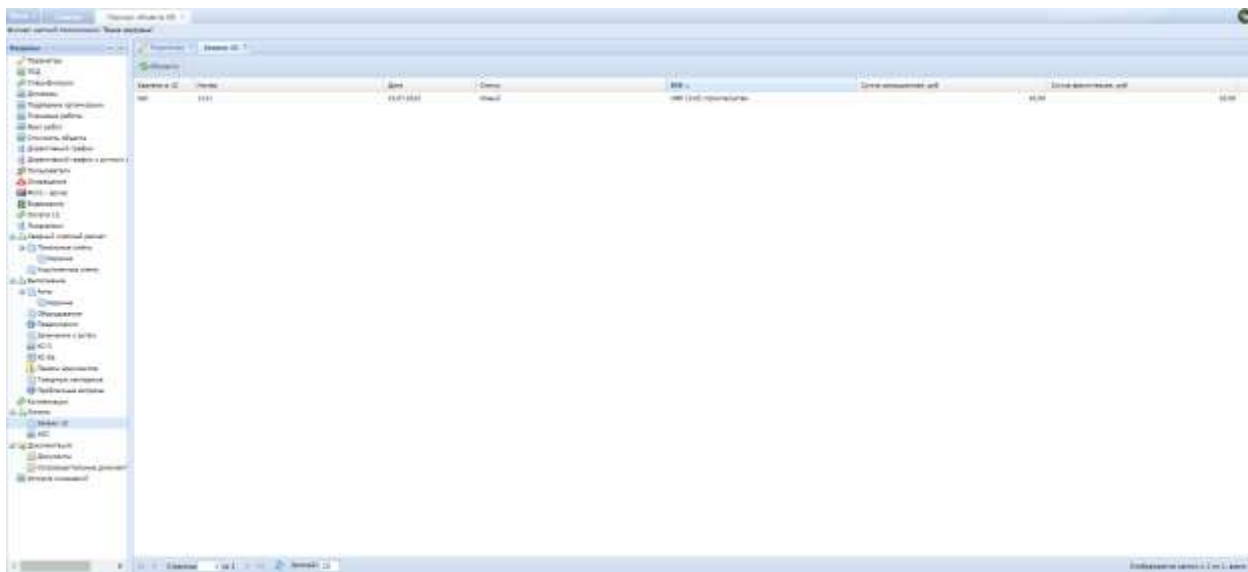

Рис. 72 Реестр заявок 1С объекта
- 2) Произойдет открытие реестра заявок 1С объекта, реестр имеет следующий вид (Рис. 72):